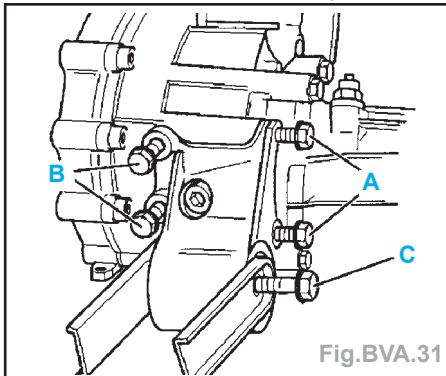

Fig. BVA.31
- Ajuster le dispositif de maintien de manière à ce que le coulisseau (B) vienne toucher le tube droit (flèche).
- Fixer le dispositif de maintien sur le berceau (A) et sur le support auxiliaire (3184/1) en vissant à fond les équerres de tôle.
- Délester le palier d'ensemble mécanique pour moteur/BV en serrant l'axe (C).
- Dévisser complètement la console avec silentbloc du berceau (C) (Fig. BVA.31).